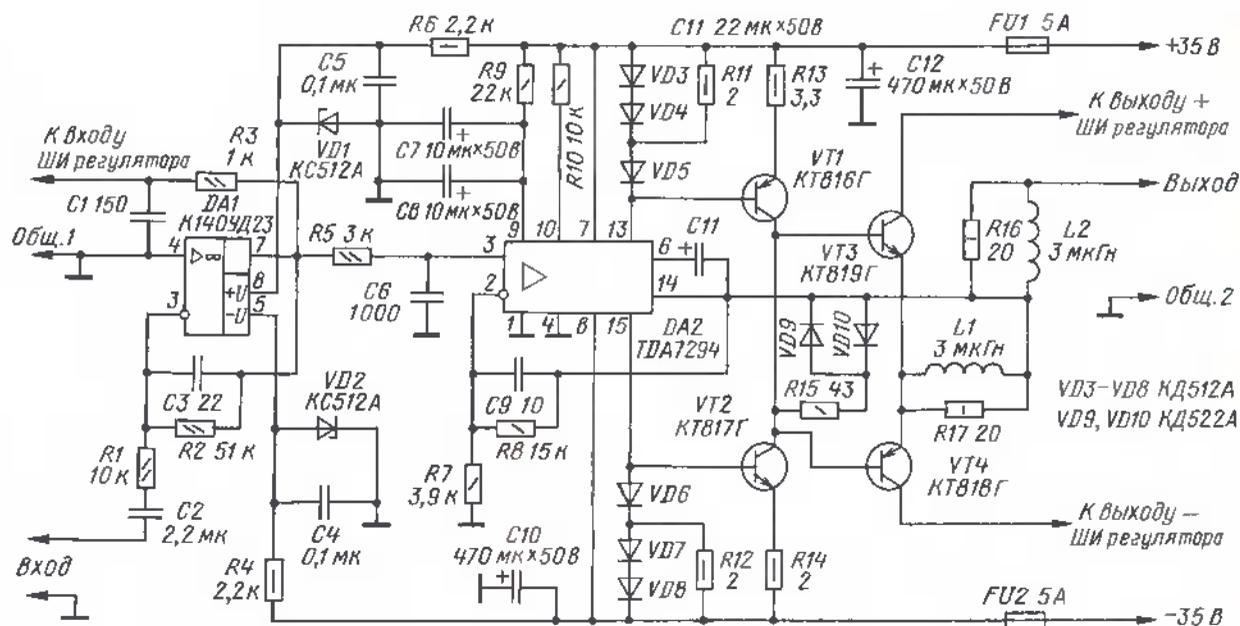

Рис. 2
**Узел аналоговой части усилителя** построен с использованием микросхем и мощного каскада на комплементарных транзисторах; его схема изображена на рис. 2. В качестве выходного буферного усилителя DA1 применен ОУ K140УД23. Входной сигнал подан на инвертирующий вход просто для удобства измерения, но может быть подан на неинвертирующий при соответствующем изменении схемы. С выхода DA1 сигнал подается на два развязывающих НЧ фильтра C1R3 и R5C6. После фильтра R3C1 сигнал поступает к ШИ регуляторам, а с фильтра R5C6 — на микросхему УМЗЧ TDA7294 (DA2).
Микросхему TDA7294 необходимо установить на пластинчатый теплоотвод размерами 50×100 мм, мощные транзисторы VT1—VT4 (схемы на рис. 2) — на пластину размерами 100×100 мм, а полевые транзисторы IRFZ34, IRF9Z34 и